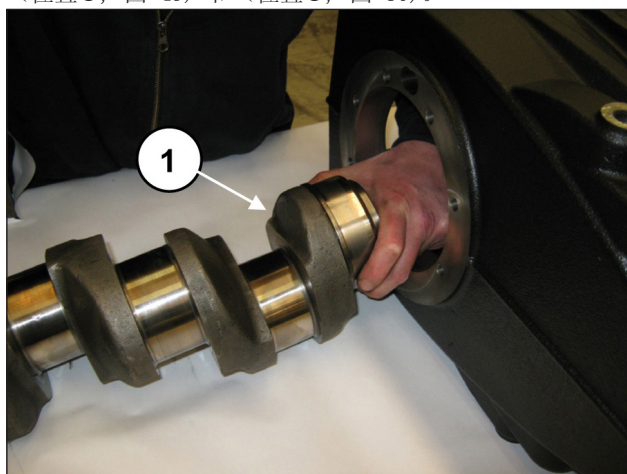
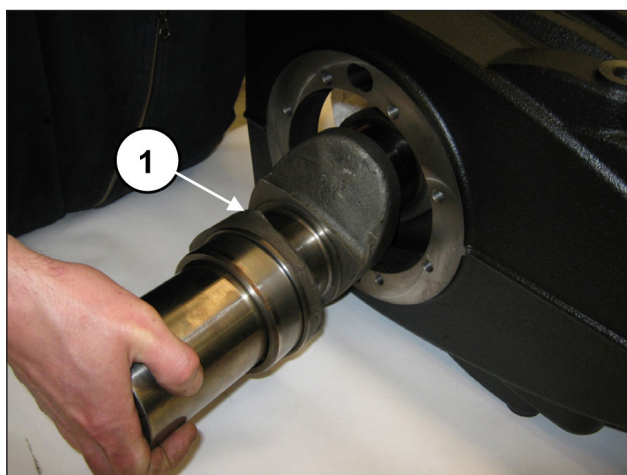

图 49
图 50
从动力输出轴侧插入轴，注意不要碰撞先前安装的连杆柄（位置①，图 49）和（位置②，图 50）。